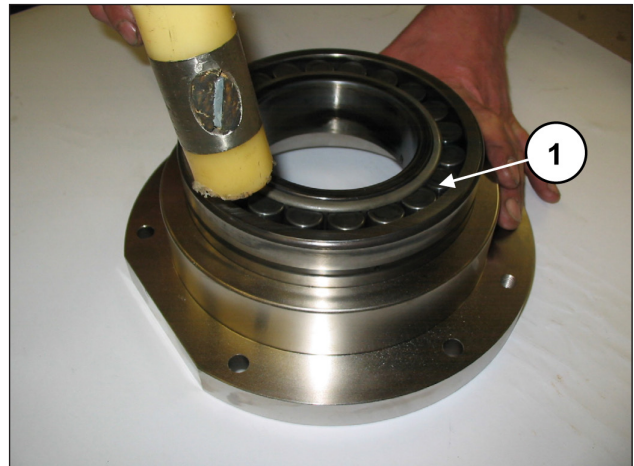
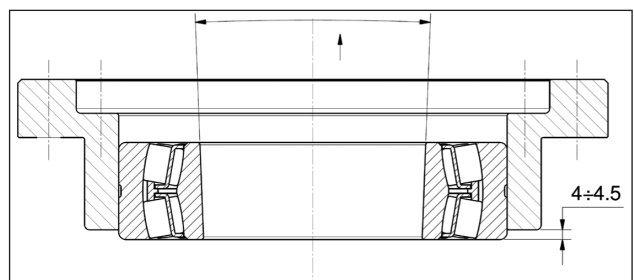

Abb. 70
Abb. 71
Montieren Sie vorläufig die beiden Lagerdeckel: setzen Sie das Lager mit dem Schlagwerk (Pos. ①, Abb. 70) bis auf ein Maß von 4 ± 4.5 mm ein, siehe Abb. 71.
Das Lager in Abb. 71 verfügt über einen konischen Innenring. Vergewissern Sie sich vor Einsetzen der Buchse, dass die Konizität von außen nach innen verläuft.